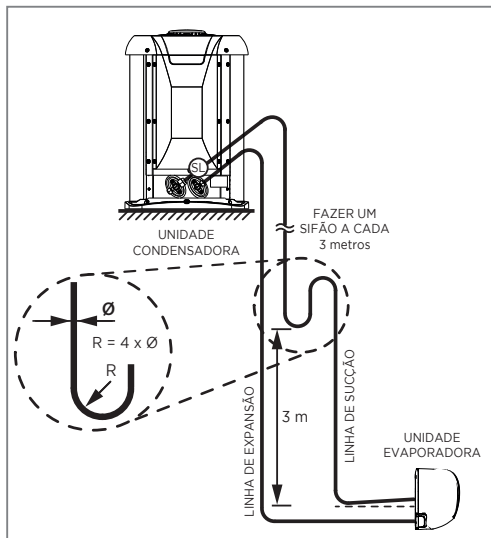

FIG. 19 - LINHAS DE INTERLIGAÇÃO
1. Quando a unidade condensadora estiver em um nível superior ao da unidade evaporadora, fazer sifões nas subidas da linha de sucção a cada 3,0 metros; considerando desde a saída da evaporadora (Fig. 19).
3. Incluir as linhas horizontais de sucção no sentido do fluxo. (Fig. 19)